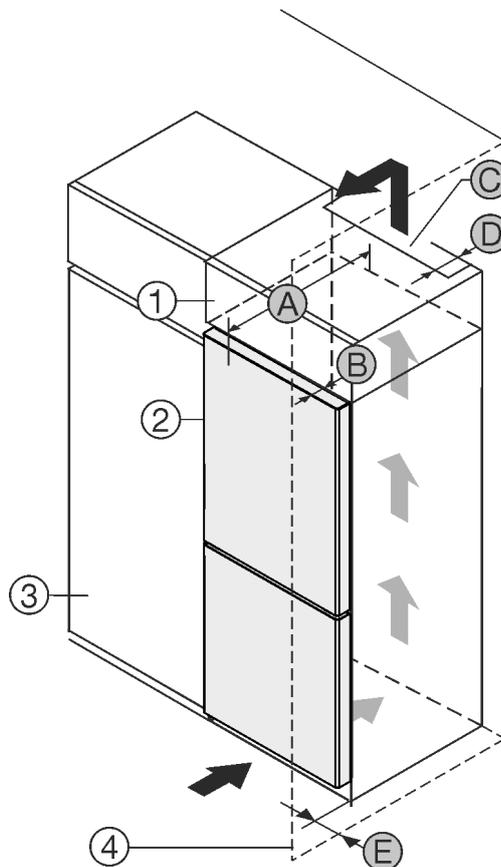

Fig. 1
- (3) Placard de cuisine
- (4) Mur
- (A) Profondeur de l'appareil
- (D) Distance du dos de l'appareil
- (E) Distance par rapport au côté de l'appareil
Vous pouvez placer le réfrigérateur directement à côté de l'armoire de cuisine Fig. 1 (3).
Une sortie d'air avec la profondeur Fig. 1 (D) doit être présente au dos de la rehausse sur toute sa largeur.
La section de ventilation Fig. 1 (C) sous plafond doit être respectée.
Si le réfrigérateur est installé avec les charnières près d'une paroi Fig. 1 (4), la distance entre le réfrigérateur et la paroi doit être d'au moins 13 mm .
Si le réfrigérateur est installé avec les charnières près d'une paroi Fig. 1 (4), la distance entre le réfrigérateur et la paroi doit être d'au moins 20 mm .
Pour pouvoir ouvrir complètement les portes, le réfrigérateur doit dépasser de la profondeur de la porte Fig. 1 (B) par rapport à la façade du placard. L'appareil peut déborder encore plus en fonction de la profondeur des placards Fig. 1 (3) et de l'utilisation de cales d'épaisseur.